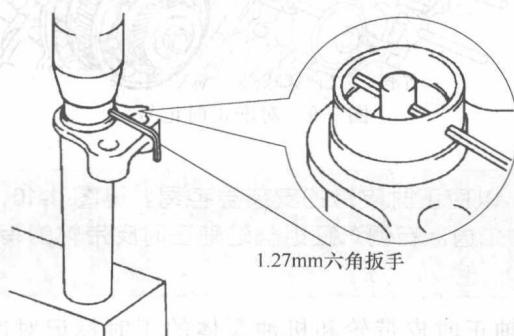
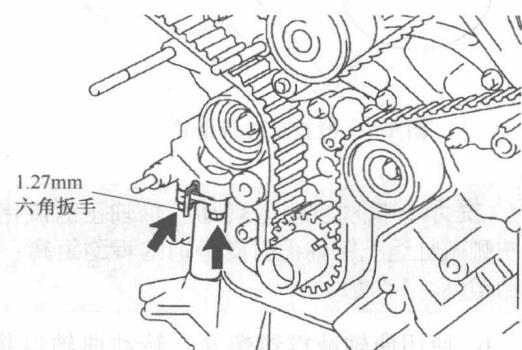

图 1-12 保持张紧器推杆位置
图 1-13 取下固定用的扳手
⑥ 设定皮带张紧器。
b. 将推杆和壳的孔对准。将 1.27mm 的六角扳手插入孔中，使推杆保持在设定位置，见图 1-12。
⑦ 安装皮带张紧器。
c. 使用钳子，从皮带张紧器上取下 1.27mm 六角扳手，如图 1-13 所示。转矩：26N·m。